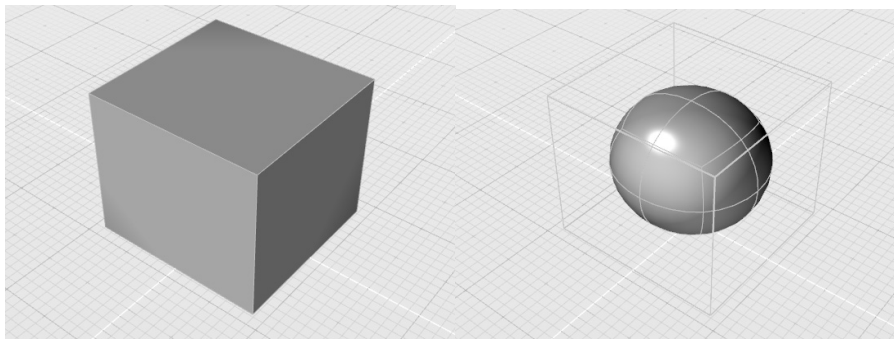

图 2-2 多边形建模（左）与转化后的 PolyNURBS 曲面（右）
- **PolyNURBS 建模：**虽然 NURBS 建模方式为工业产品建模提供了极高的精准度和自由度，但某些情况下，如构建复杂造型的工艺品、欧式家具等有机形态时，另外一种三维建模方法——多边形建模（Polygon）则更有优势。Evolve 中提供了一种名为 PolyNURBS 的建模方式，融合了 Polygon 建模的自由性及 NURBS 建模的精确性。PolyNURBS 可以理解为通过多边形的建模方式构建 NURBS 曲面，如图 2-2 所示。